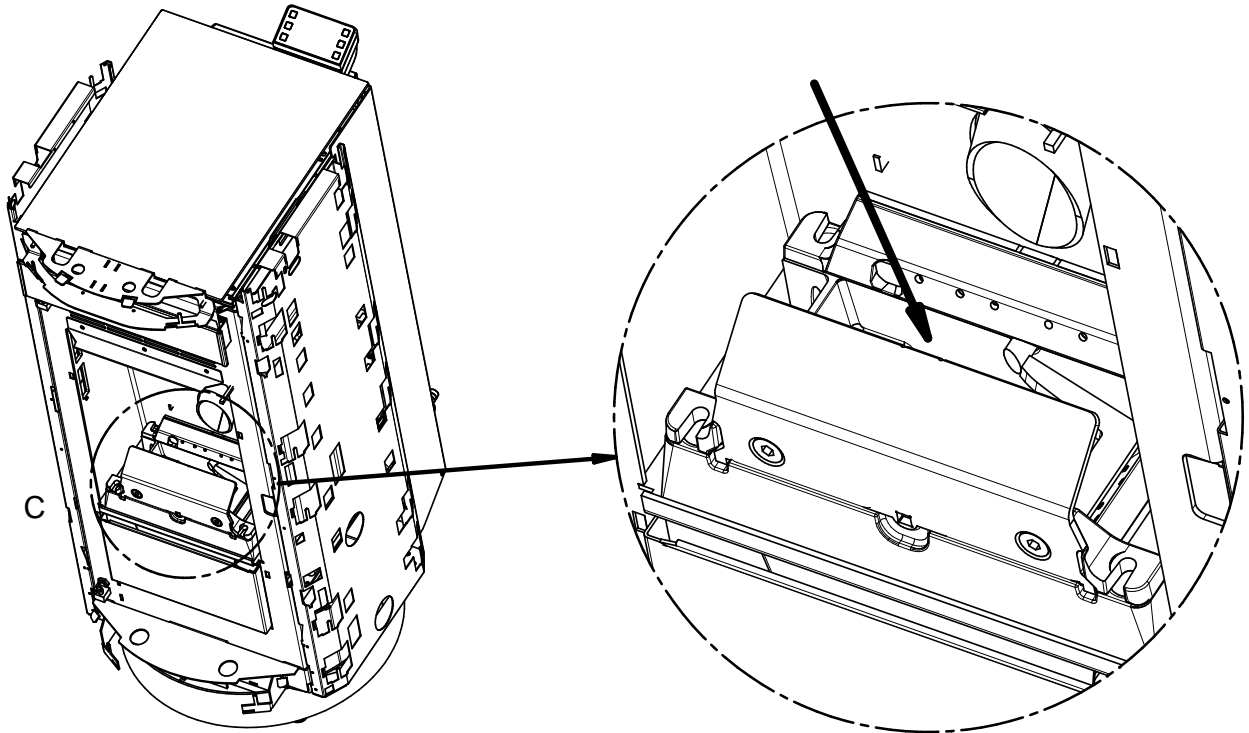

FIGURA 1
- Pulire accuratamente il bruciatore (Figura 1) utilizzando un aspiratore; pulire con particolare attenzione la zona vicino la candeletta di accensione. Questo allo scopo di garantire un corretto funzionamento dell'apparecchio ed evitare mancante accensioni.
- Aprire la porta focolare e controllare che l'area dove opera il raschiatore Pelletpower® sia priva di sedimenti (Figura 1).
- Controllare che i fori del bruciatore ed il canale di alloggiamento della resistenza siano privi di sedimenti di ogni tipo e natura. Nel caso aspirare e pulire (Figura 1)